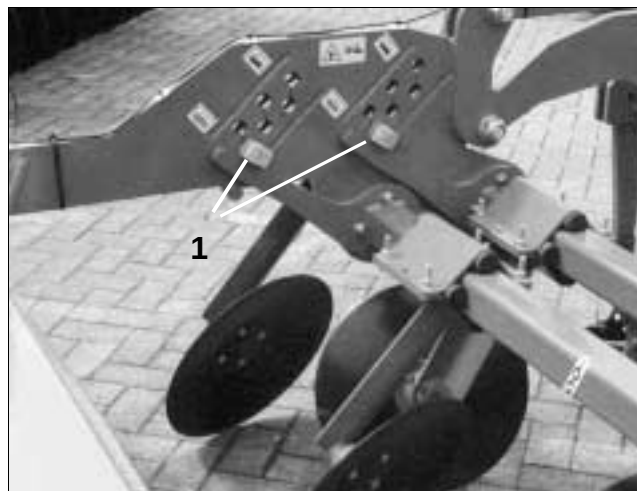

Fig. 10
- Eksenterbolten (Fig. 10/1) placeres op eller ned og drejes evt.